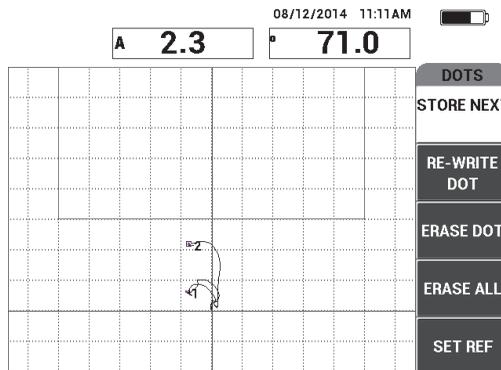

Abbildung 6-41 Zweiter aufgezeichneter Punkt
7. Führen Sie die Sonde langsam über die zweite Ablösung und drücken Sie dann auf **NÄCH.SPEICH**, um den zweiten Punkt zu speichern (siehe Abbildung 6-41 auf Seite 164).